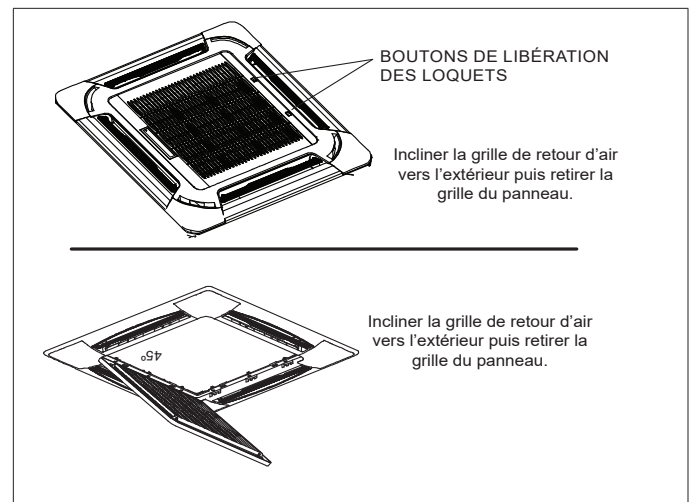

Figure 16. Retirer la grille de retour d'air
- Enfoncer simultanément les deux loquets de la grille l'un vers l'autre pour libérer la grille comme illustré à la « Figure 16. Retirer la grille de retour d'air ». Incliner la grille de retour d'air à un angle de 45° vers l'extérieur et retirer la grille du panneau. Placer soigneusement de côté la grille de retour d'air.